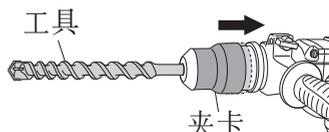

图 2
(3) 拉动工具以确认它已被完全锁定。
(4) 要卸下工具时，按箭头方向尽量拉动夹持器并拉出工具。（图 2）